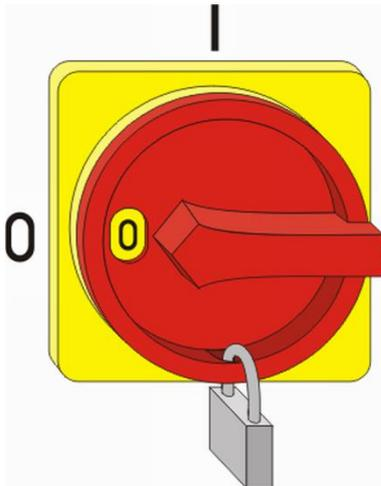

Abb. 29: Hauptschalter sichern
2. Hauptschalter gegen Wiedereinschalten mit einem Schloss sichern (Abb. 29).